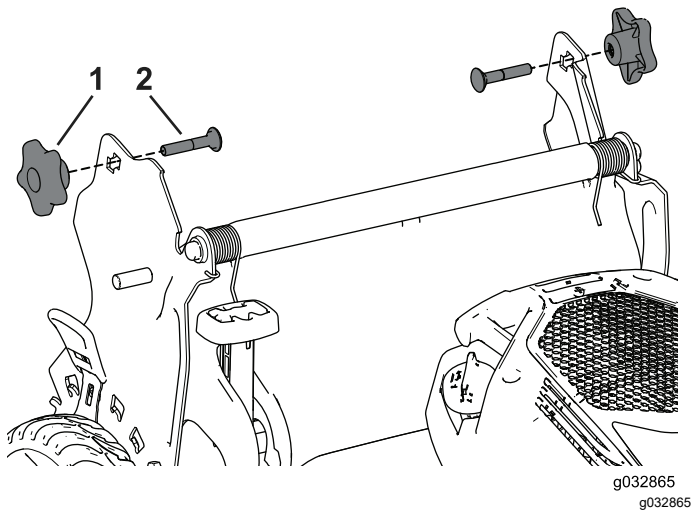

Figura 22
3. Inserite il bullone a testa tonda (con la testa del bullone rivolta verso l'interno) attraverso la staffa della stegola e il foro superiore nell'estremità della stegola. Assicuratevi che i bordi quadrati di ciascun bullone a testa tonda si inseriscano nel foro quadrato superiore o inferiore nella relativa staffa della stegola (Figura 22).